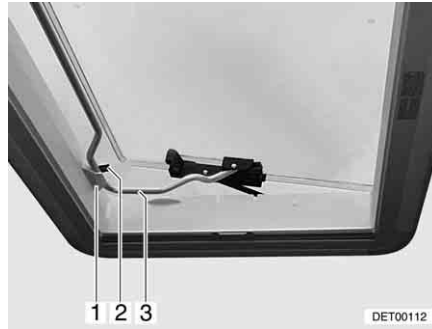

Fig. 59 Lanterneau Heki en position de ventilation 2
- Insérer l'étrier (Fig. 59,3) dans le support (Fig. 59,1).
- Placer le levier (Fig. 59,2) sur l'étrier.